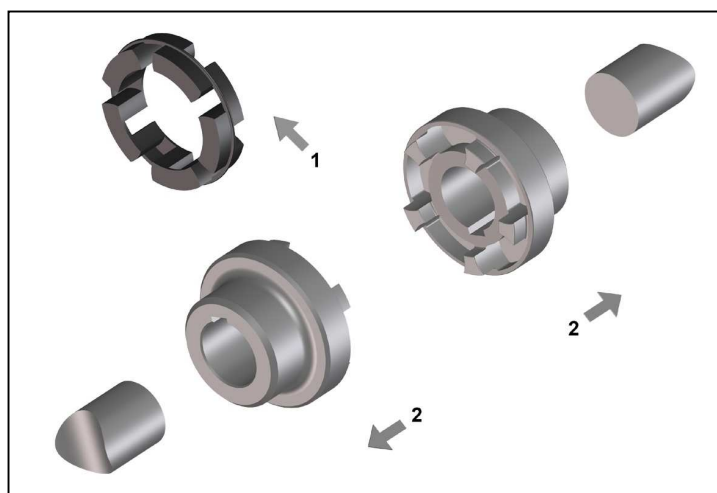

Bild 3
- Nehmen Sie den elastischen Zwischenring heraus (Bild 3, Pos. 1).
- Ziehen Sie die Kupplungsnaben in der vorgesehenen Position auf die Wellenenden auf (Bild 3, Pos.2).